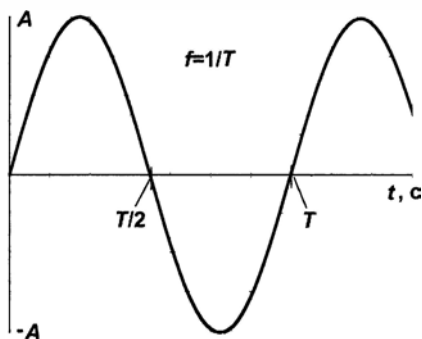

Рис. 4.2. График простого синусоидального колебания
На рис. 4.2 приведен график такой величины в зависимости от времени в условном масштабе. По оси ординат могут быть отложены как напряжение или ток, так и любой другой физический параметр. Отрезок времени T есть период изменения, а величина A носит название *амплитуды* и представляет собой максимальное значение нашей переменной в одном периоде (отметим, что для синусоидального закона минимальное значение — на части графика ниже оси абсцисс — строго равно максимальному). Величина, обратная периоду, обозначается буквой f и носит название *частоты* (см. формулу на рис. 4.2 вверху). Для нее придумана специальная единица измерения — это хорошо всем знакомый герц (Гц), названный так в честь немецкого физика XIX века Генриха Герца, доказавшего существование радиоволн. Как следует из определения частоты, размерность герца есть единица, деленная на секунду: $1 \text{ Гц} = 1/\text{с}$. Это просто-напросто означает, что колебание с частотой 1 Гц имеет период повторения ровно 1 секунду. Соответственно, 1 кГц (килогерц) означает, что в одной секунде укладывается тысяча периодов, 1 МГц (мегагерц) — миллион периодов и т. п.
Эта величина носит название *фаза*. Взятая для одного отдельного колебания, величина фазы выглядит не имеющей особого смысла, т. к. мы всегда можем сместить точку начала отсчета времени так, чтобы привести уравнение к виду (1), а, соответственно, график — к виду рис. 4.2, и при этом ничего не изменится. Однако все будет выглядеть иначе, если мы имеем два связанных между собой колебания — скажем, напряжения в разных точках одной схемы. В этом случае нам может быть важно, как соотносятся их величины в каждый момент времени, и тогда фаза одного переменного напряжения относительно другого (называемая в этом случае *сдвигом* или *разностью фаз*) и будет характеризовать такое соотношение. Для колеба-
Для того чтобы понять смысл этого вопроса, давайте внимательно рассмотрим график синусоидального напряжения на рис. 4.2. В каждый момент времени величина напряжения в нем разная — соответственно, будет разной и величина тока через резистор нагрузки, на который мы подадим такое напряжение. В моменты времени, обозначенные $T/2$ и T (т. е. кратные половине периода нашего колебания), напряжение на нагрузке вообще будет равно нулю (ток через резистор не течет), а в промежутках между ними — меняется вплоть до некоей максимальной величины, равной амплитудному значению A . Точно так же будет меняться ток через нагрузку, а следовательно, и выделяемая мощность (которая от направления тока не зависит —
Называть действующее значение «средним» неверно, правильно называть его *сред-неквадратическим* (по способу вычисления — через квадрат функции от времени). Но существует и понятия среднего значения, причем не одно, а даже два. Просто *среднее* (строго по смыслу названия) — сумма всех мгновенных значений за пери-од. И так как нижняя часть синусоиды (под осью абсцисс) строго симметрична от-носительно верхней, то можно даже не брать интегралов, чтобы сообразить, что среднее значение синусоидального напряжения, показанного на рис. 4.2, в точности равно нулю — положительная часть компенсирует отрицательную. Но такая вели-чина малоинформативна, поэтому чаще используют *средневыпрямленное* (средне-амплитудное) значение, при котором знаки не учитываются (т. е. в интеграл под-ставляется абсолютная величина напряжения). Эта величина (U_c) связана с ампли-тудным значением (U_a) по формуле $U_a = \pi \cdot U_c / 2$, т. е. U_a равно примерно $1,57 \cdot U_c$.